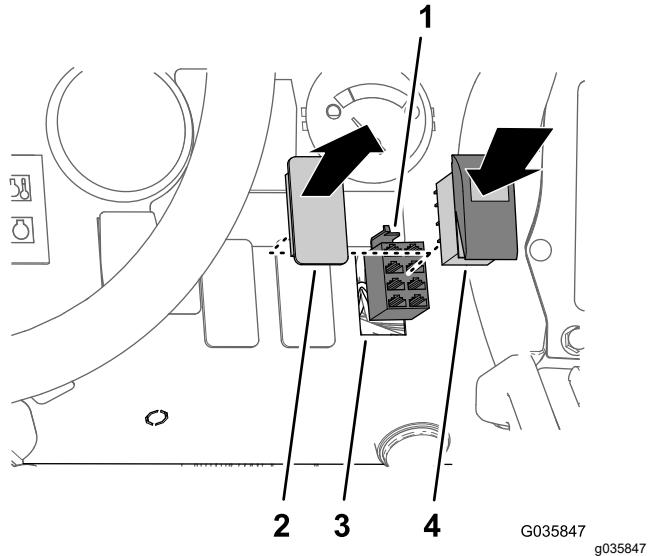

Bild 35
1. Entfernen Sie die Schalterblende im Bedienfeld an der in Bild 35 abgebildeten Stelle.
2. Schließen Sie den 8-Buchsen-Stecker des Kabelbaums des Finishingkits für den Ultra Sonic Boom, der mit SONIC MODE MANUAL VS. AUTO beschriftet ist, am Kippschalter an (Bild 35).
3. Setzen Sie den Kippschalter in die Öffnung im Bedienfeld, bis der Schalter einrastet (Bild 35).